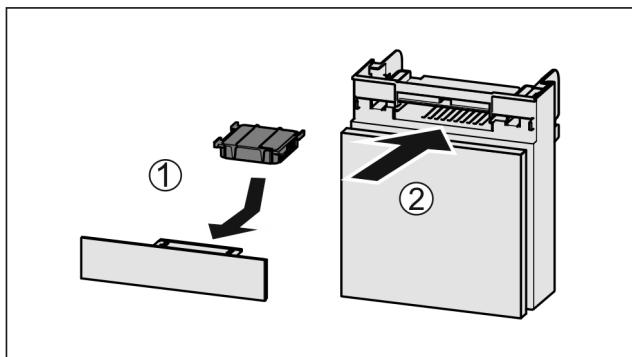

Fig. 99
- Установите фильтр с активированным углем, как показано на рисунке Fig. 99 (1).
► Вставьте отделение Fig. 99 (2).